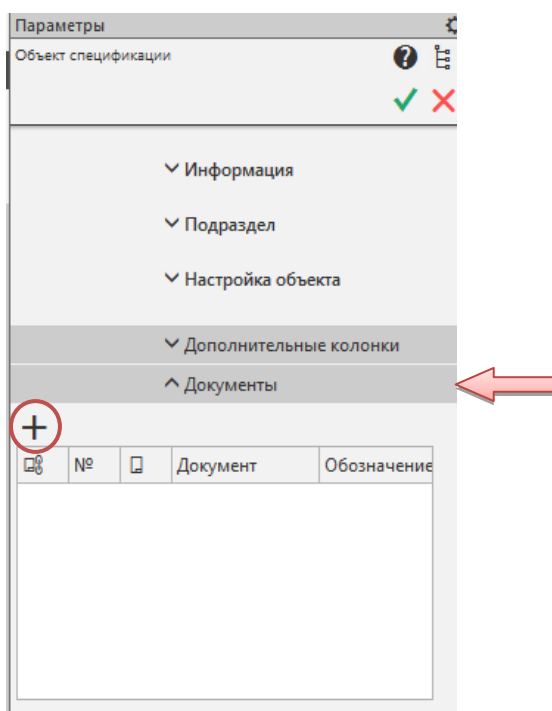

Рис. 2.34. Окно
- На инструментальной панели окна подключенных документов нажмите кнопку «Добавить документ»  (рис. 2.34).